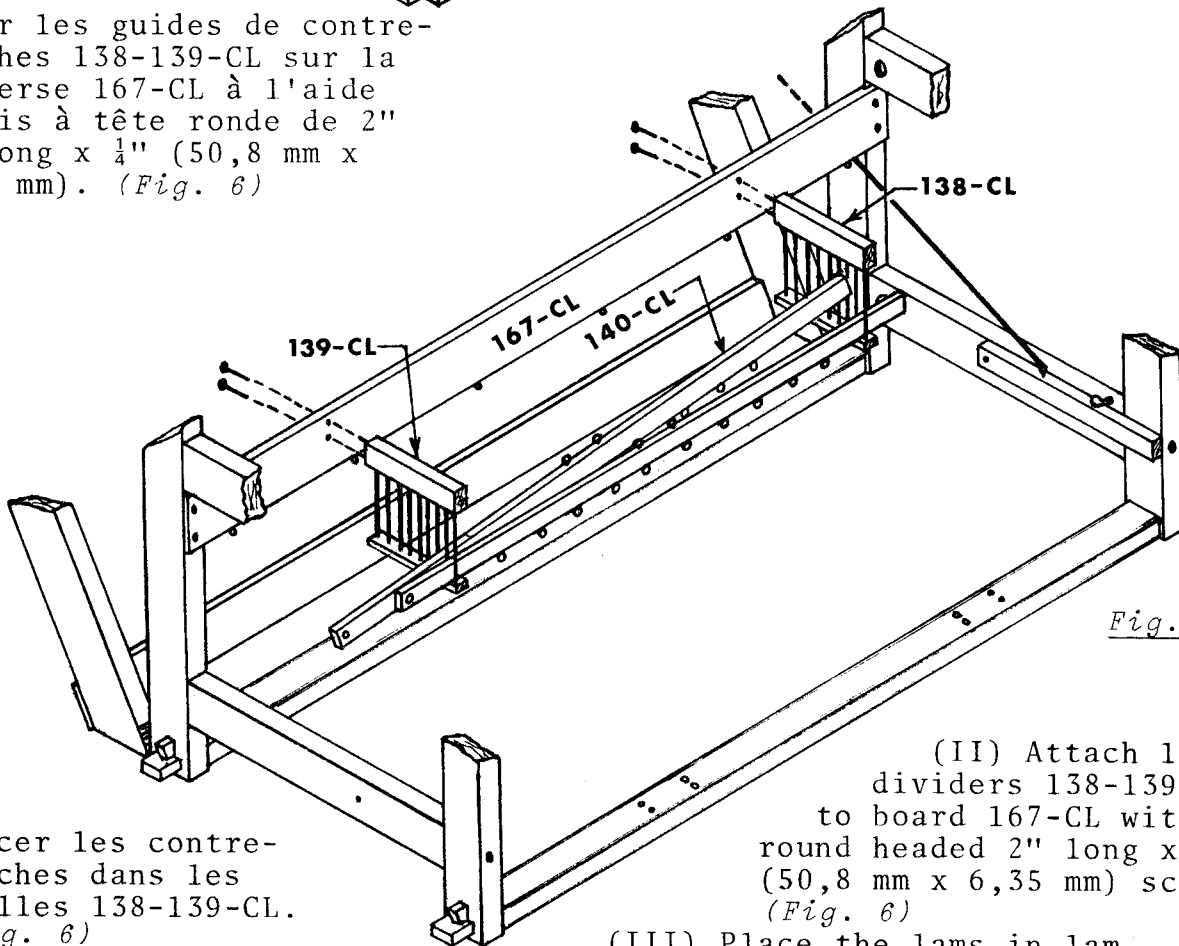

Fig. 6
- (II) Fixer les guides de contre-marches 138-139-CL sur la traverse 167-CL à l'aide de vis à tête ronde de 2" de long x $\frac{1}{4}$ " (50,8 mm x 6,35 mm). (Fig. 6)
(II) Fixer les guides de contremarches 138-139-CL sur la traverse 167-CL à l'aide de vis à tête ronde de 2" de long x $\frac{1}{4}$ " (50,8 mm x 6,35 mm). (Fig. 6)
(III) Placer les contremarches dans les grilles 138-139-CL. (Fig. 6)
(II) Attach lam dividers 138-139-CL to board 167-CL with round headed 2" long x $\frac{1}{4}$ " (50,8 mm x 6,35 mm) screws. (Fig. 6)
(III) Place the lams in lam dividers 138-139-CL. (Fig. 6)